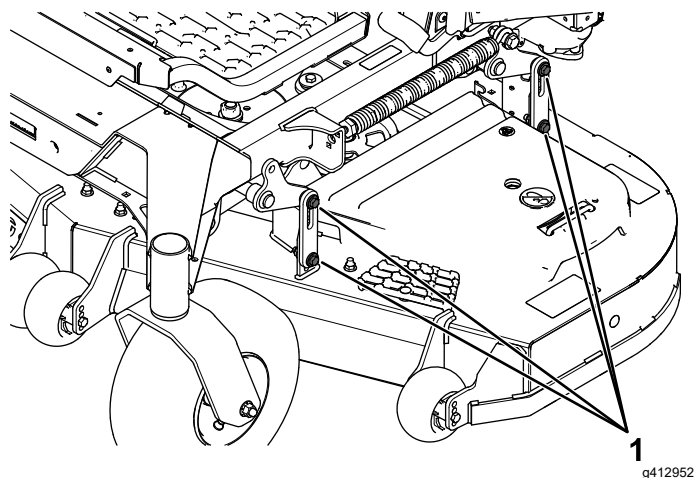

Figure 94
16. Desserrez les boulons (Figure 94) aux quatre coins de sorte que le tablier repose solidement sur les 4 cales.